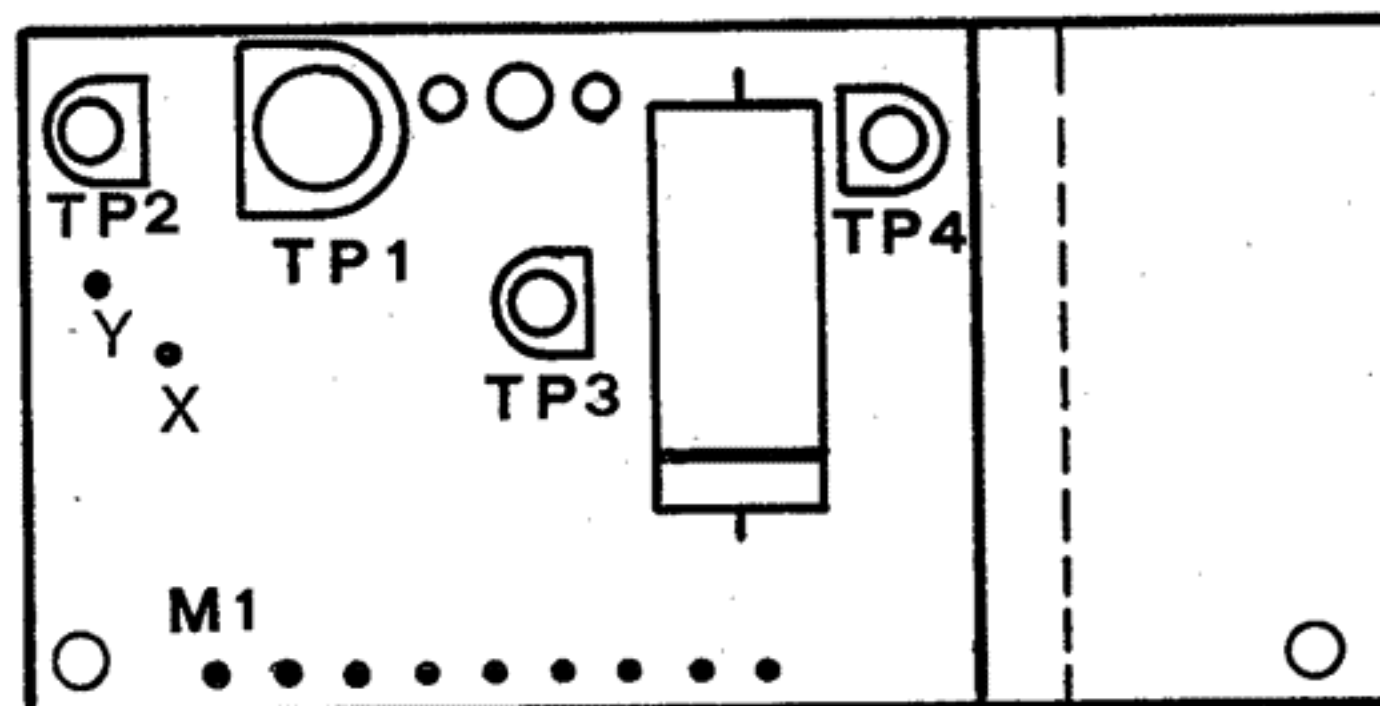

BILD 5
gemessen zwischen M 1 (—) und C 19 (+) Bild 5
gemessen zwischen M 1 (—) und B (+) Bild 5
5. Eingestellt wird diese Dreiecksspannung mit TP 4. (Bild 5)
Balken gelten für $33\frac{1}{3}$, die unteren für 45 Umdrehungen.) Wenn das nicht der Fall ist, stellen Sie die richtige Tourenzahl mit dem TP 3 ein. (Bild 5)
Im Fall A das Trimpotentiometer TP 1 (Bild 5) von unten um etwa 90° bis 120° im Uhrzeigersinn drehen, das Gerät einschalten und TP 1 langsam im Gegenuhrzeigersinn verstellen, bis das Gerät ausschaltet.
- c) **Neueinstellung:** Voltmeter anschliessen, Minuspol an M 1, Pluspol an X auf der Printplatte. Gerät einschalten (Tonanzahl $33\frac{1}{3}$ U/min.). Tonarm auf Anfang des Feldes mit Auslaufrillen-Steigung 1,6 mm (Lenco-Prüfplatte 722, Seite A) aufsetzen. Stellt das Gerät nach einigen Umdrehungen ab, TP 2 (Bild 5) im Gegenuhrzeigersinn verstellen und Vorgang wiederholen. Der Tonarm bewegt sich nun über das ganze Auslaufrillenband. Dabei Voltmeter beobachten und höchste angezeigte Spannung ablesen (ca. 0,8 bis 2,2 Volt).
Nun Plusklemme des Voltmeters von Punkt X auf Punkt Y legen (Bild 5). Gerät einschalten, Tonarm auf der Stütze. Mit TP 2 (Bild 5) eine um 0,5 Volt höhere Spannung, als an Punkt X abgelesen, einstellen, d. h. etwa 1,3 bis 2,7 Volt. Anschliessend Kontrolle nach a und b wiederholen.
Alle Spannungen sind gegen Punkt M 1 (Bild 5) gemessen mit Voltmeter, dessen Eingangswiderstand grösser als 1 MOhm pro Volt ist.